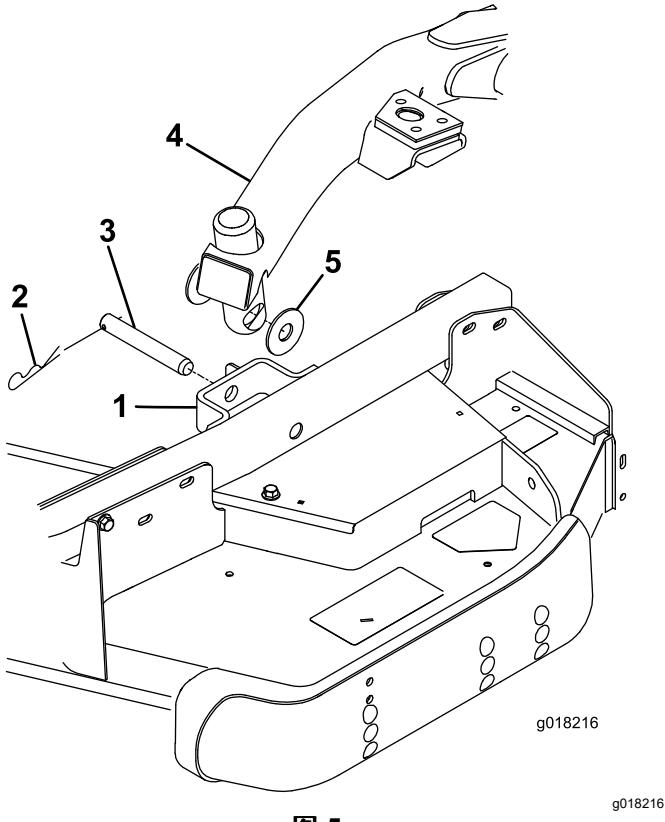

图 5
- 从滚刀组的每个脚轮臂支架上卸下 2 个止推垫圈、柱销和发卡销图 5。
- 将摇臂开关向上按至浮动位置。向下推提升臂直至提升臂中的孔与脚轮臂支架中的孔对齐图 5。
将止推垫圈放在提升臂和脚轮臂支架之间图 5 并将开口销的一端插入脚轮臂凸耳的槽中以固定开口销。